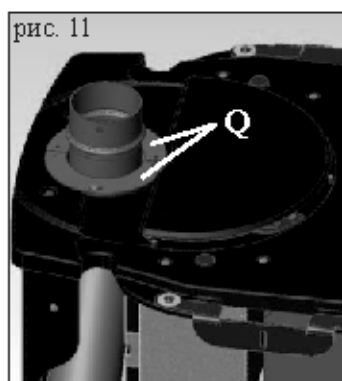

рис. 11
- Установить вокруг трубы дымохода два перекрытия из стального листа (Q - рис. 11) и зафиксировать их при помощи болтов.